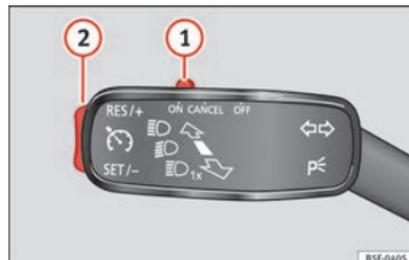

Fig. 40 A sinistra del piantone dello sterzo: interruttori e comandi per l'uso del GRA.
- Collegamento del GRA: spostare l'interruttore » **fig. 40 ①** verso **ON**. Il sistema è acceso. Il sistema non effettua la regolazione poiché non è stata programmata alcuna velocità.
- Attivazione del GRA: premere il tasto » **fig. 40 ②** nella zona **SET/-**. La velocità attuale viene memorizzata e regolata.
- Disattivazione temporanea del GRA: spostare l'interruttore » **fig. 40 ①** verso **CANCEL** o schiacciare il freno. La regolazione si scollega temporaneamente.
- Collegare nuovamente il GRA: premere il tasto » **fig. 40 ②** in **RES/+**. La velocità memorizzata verrà salvata e regolata nuovamente. »
- Disattivazione del GRA: spostare l'interruttore » fig. 40 ① a OFF. Il sistema si disattiva e la velocità memorizzata si cancella.